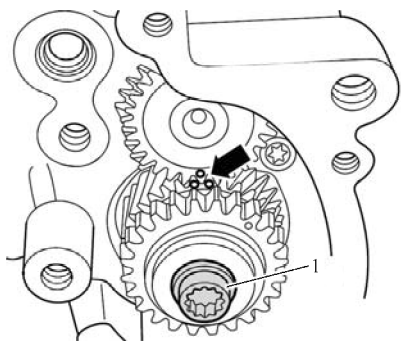

图 9-5 拆下中间轴齿轮
3) 拧下螺栓 1 并拆下中间轴齿轮, 如图 9-5 所示。
11) 拧紧中间链轮的新螺栓 1，如图 9-5 所示。按照下列步骤拧紧：
- ① 用扭力扳手预紧至  $10\text{N} \cdot \text{m}$ 。
- ② 旋转中间链轮。中间链轮不允许有间隙。否则，须再次松开并拧紧。
- ③ 用扭力扳手拧紧至  $30\text{N} \cdot \text{m}$ 。
- ④ 继续用硬杆扳手旋转  $90^\circ$  拧紧。
12) 再次检查中间链轮/进气凸轮轴的平衡轴上的标记（图 9-5 箭头）。